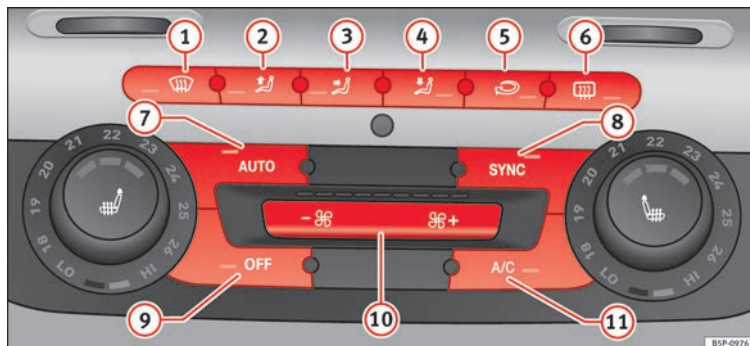

Fig. 117 Mandos del 2C-Climatronic en el tablero de instrumentos.
- Gire las rulinas de regulación de temperatura » **fig. 117** para ajustar la temperatura del lado izquierdo y derecho, respectivamente.
- Pulse la tecla **AUTO** » fig. 117. Aparece “AUTO High” en el display de la radio (velocidad de turbina alta).
- Pulse de nuevo la tecla **AUTO** » fig. 117. Aparece “AUTO Low” en el display de la radio (velocidad de turbina baja).